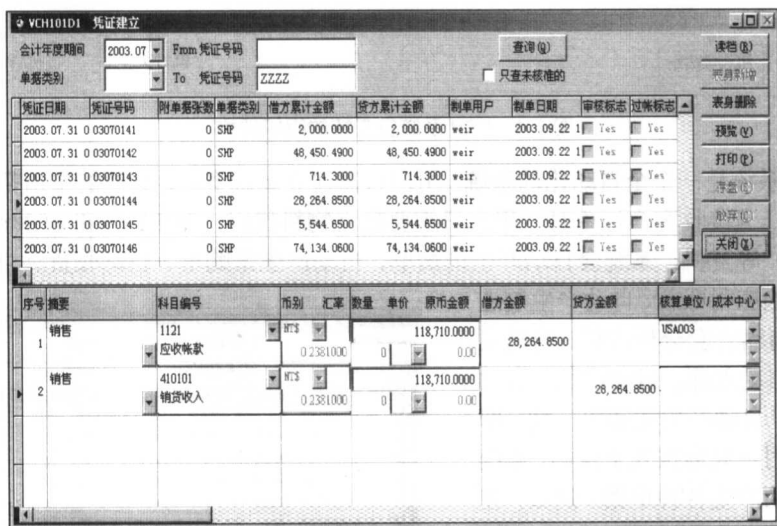

图 1-7 出货单自动生成销售收入凭证
- ERP 系统应该是一个**统一的系统**, 系统中的各种事务, 最终都会统一反映到总账系统, 自动产生凭证, 生成会计报表。例如, 销售出货时, 销售单据自动结转生成销售收入凭证, 如图 1-7 所示。